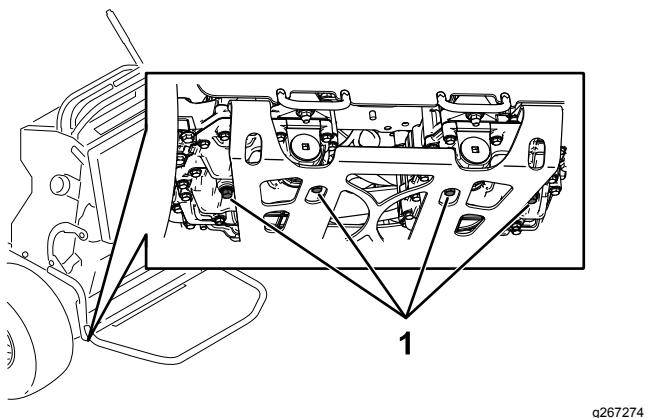

Рисунок 80
- Найдите пробки сливных отверстий в нижней части трансмиссии и установите сливной поддон под пробку (Рисунок 80).